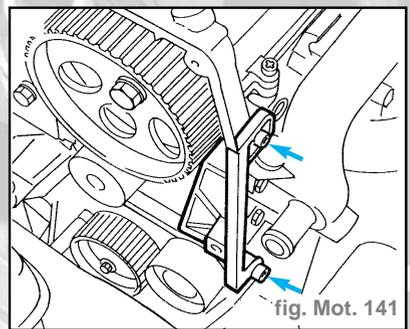

fig. Mot. 141
- Dévisser les vis de fixation illustrées et enlever la protection latérale de la courroie de distribution (fig. Mot. 141).
- Dévisser les vis de fixation illustrées et déposer le carter latérale de la courroie de distribution (fig. Mot. 141).